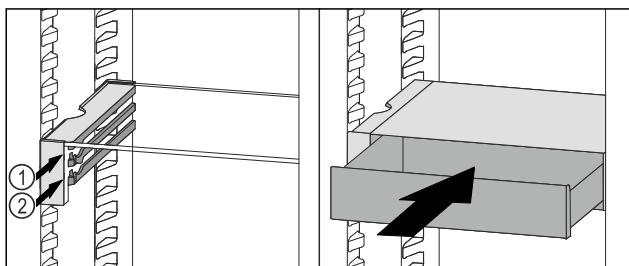

Fig. 143
- Placer le tiroir VarioSafe derrière les butées sur la nervure désirée *Fig. 143 (1)* ou *Fig. 143 (2)*.